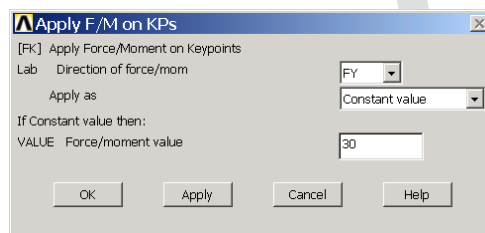

图5.22 对关键点施加力
(1) 单击工具栏上的 **RESUM\_DB** 按钮，恢复 5.2.1 节中保存的模型数据库。
(2) 单击 **Main Menu>Solution>Define Loads>Apply>Structural>Force/Moment>On Keypoints** 菜单，弹出图形拾取对话框，用鼠标在图形视窗中选中关键点 7 和 8，然后单击 **【OK】** 按钮，弹出如图 5.22 所示的对话框。